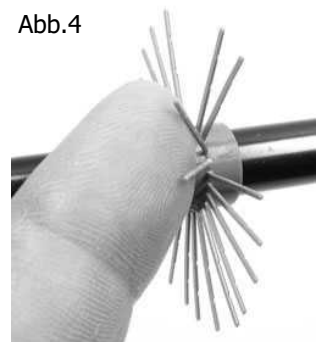

Abb.4
- ⇒ Mit Hilfe des Tools oder einfach nur mit den Fingern (Abb.4) können verbogene Strahlen vorsichtig wieder gerade gebogen werden oder verschoben werden (Abb.5).